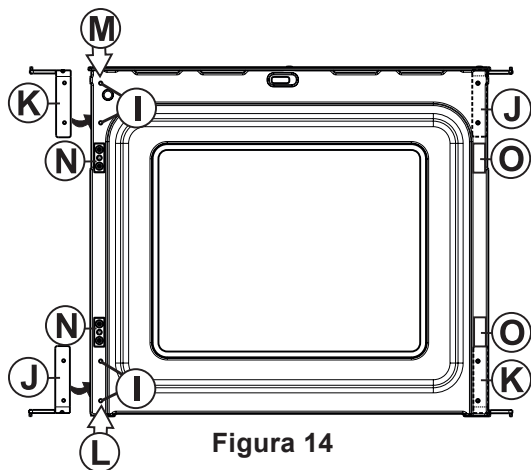

Figura 14
- 4.3.5. Quite los cuatro (4) topes (ver **I**, Figura 14) situados en el lado izquierdo de la puerta interior. Guárdelos para el paso 6.3.11.
- 4.3.6. Quite los dos (2) topes de plástico (ver **O**, Figura 14) situados en el lado izquierdo de la puerta interior. Guárdelos para el paso 6.3.8.
- 4.3.7. Quite los dos (2) pasadores de pestillo (Posición **N**, Figura 14) situados en el lado izquierdo e instálelos en el lado derecho (Posición **O**, Figura 14).
- 4.3.8. Vuelva a colocar los dos (2) topes de plástico que quitó en el paso 6.3.6 de la derecha de la puerta interior (Posición **N**, Figura 14).
- 4.3.9. Desatornille la bisagra inferior del lado derecho y vuelva a colocarla en la posición superior del lado izquierdo (Ver **K**, Figura 14).
- 4.3.10. Haga lo mismo con la bisagra situada en la posición superior del lado derecho y vuelva a instalarla en la posición inferior del lado izquierdo (ver **J**, Figura 14).